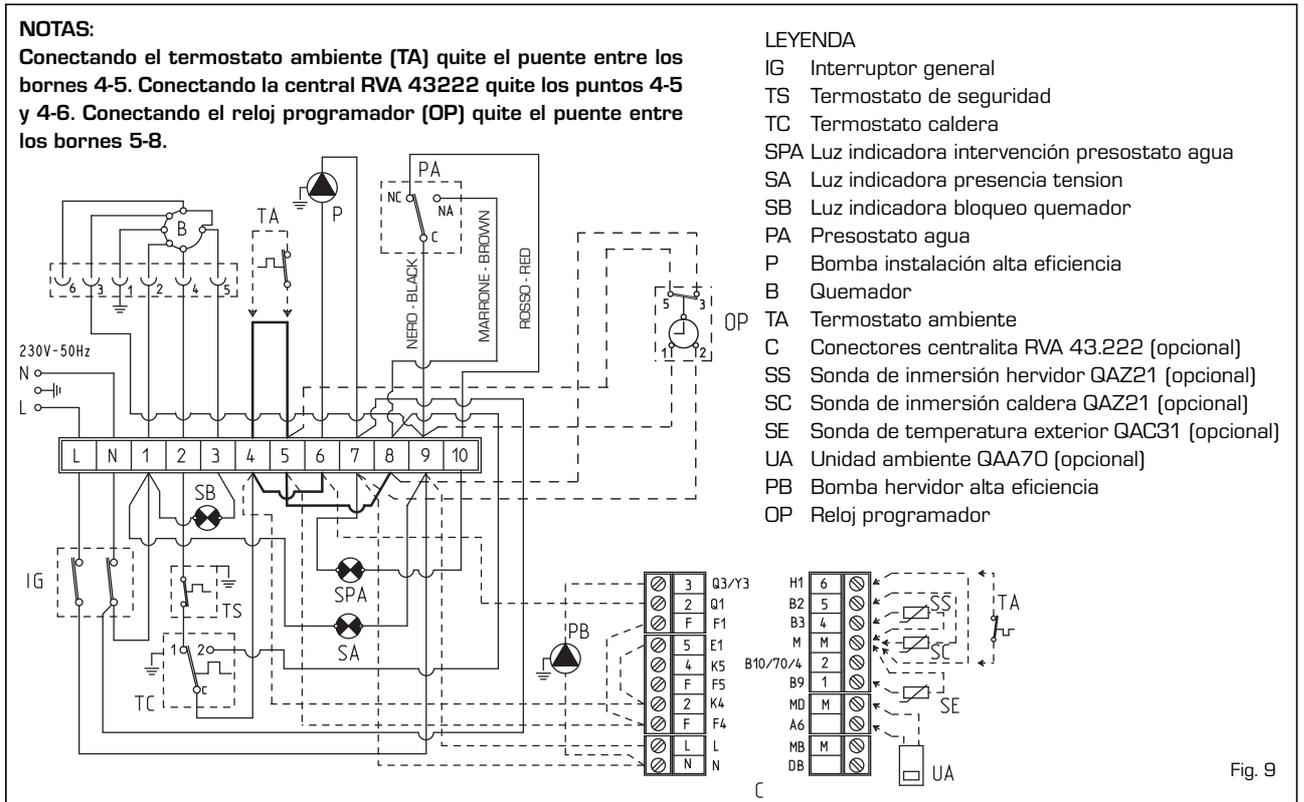

Fig. 9
2.71 Esquema eléctrico "SOLO 25-35" (fig. 9)
2.72 Esquema eléctrico "DUETTO 25-35" (fig. 9/a)